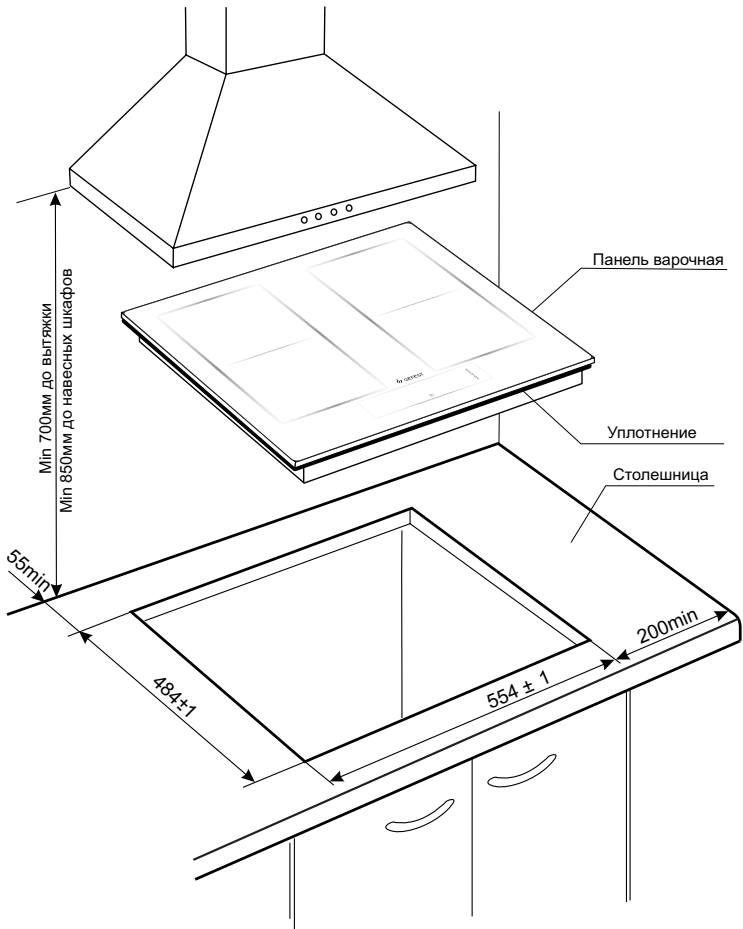

Рис. 3
1. Точно разметить на столешнице контур проема под варочную панель (рис.3).